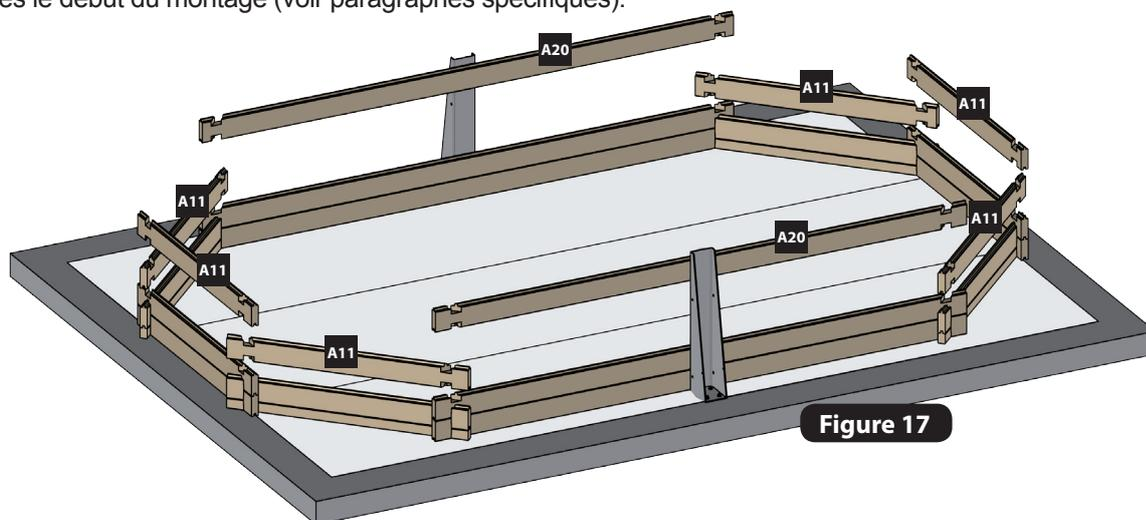

Figure 17
- Positionnez les madriers de la 3^{ème} rangée conformément à la figure 17. Vous devez avoir déterminé l'emplacement de la buse de refoulement et du skimmer dès le début du montage (voir paragraphes spécifiques).